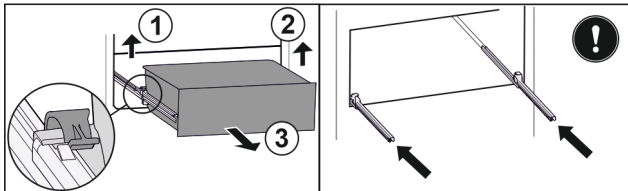

Fig. 112
- ▶ Linker klem optillen en gelijktijdig lade links naar voren trekken. Fig. 112 (1)
- ▶ Rechter klem optillen en gelijktijdig lade rechts naar voren trekken. Fig. 112 (2)
- ▶ Lade naar voren toe verwijderen. Fig. 112 (3)